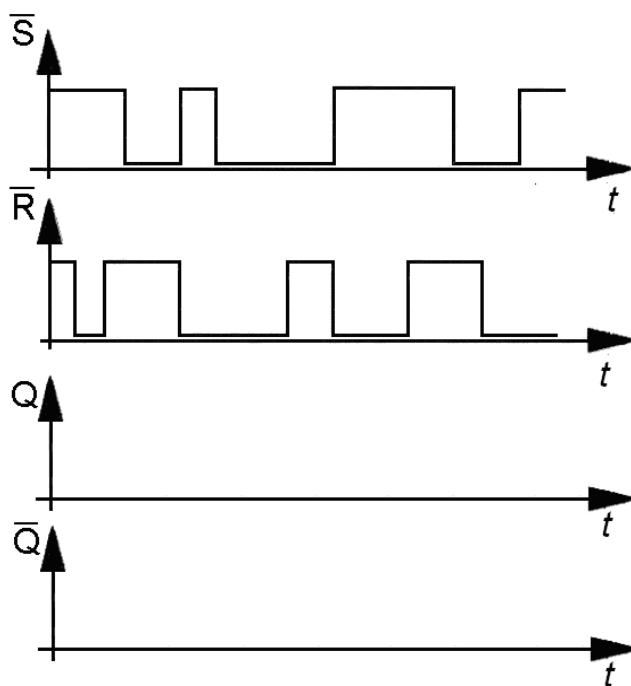

Рис.4
14. Временные диаграммы входов S и R RS-триггера с инверсными входами представлены на рис. 4. Изобразите временную диаграмму выходов.